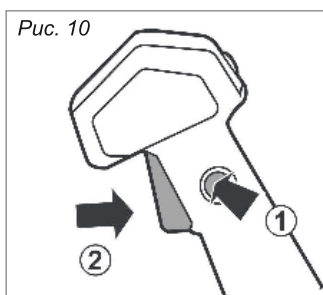

Рис. 10
Зажмите кнопку включения/отключения (1) и в то же время нажмите на спусковой крючок (2) (Рис. 10)